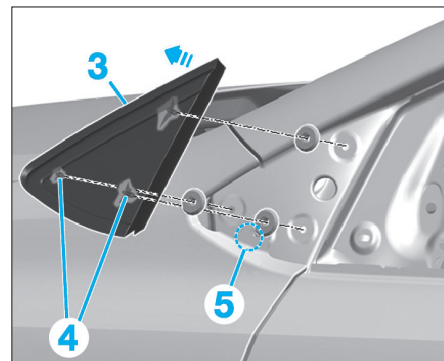

FIG. 116
- l'écran (3) en le dégrafant avec précaution (Fig.116),